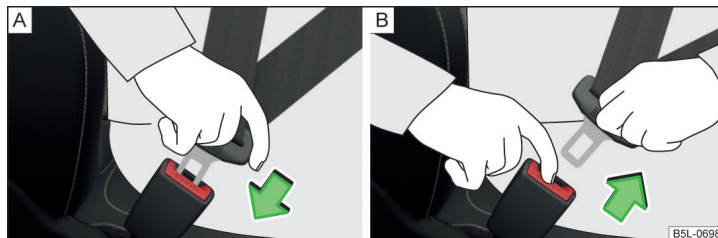

Fig. 5 Colocar / retirar o cinto de segurança
- Insira a lingueta de fecho na caixa de travamento do cinto pertencente a esse banco » Fig. 5 - A, até a mesma encaixar audivelmente.
- Pegar na lingueta de fecho e pressionar o botão vermelho na caixa de travamento do cinto » Fig. 5 - B, a lingueta de fecho salta.